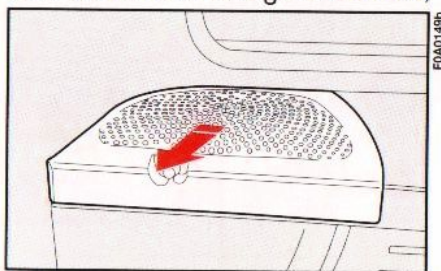
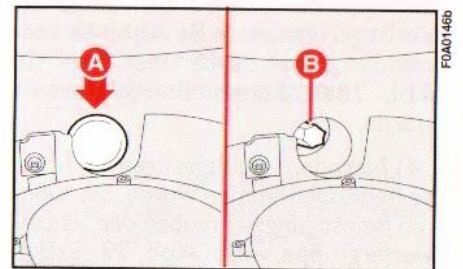

Abb. 25
Abb. 26
- 1) Vom Fahrzeuginnern aus die Kunststoffabdeckung **Abb. 25** am Lautsprechersitz abnehmen, sodann den oberen Kunststoffstopfen **A**, **Abb. 26** unter Zuhilfenahme des Schraubendrehers des Bordwerkzeuges abnehmen, sodass die Befestigungsschraube der Scheinwerfergruppe **B** sichtbar wird.